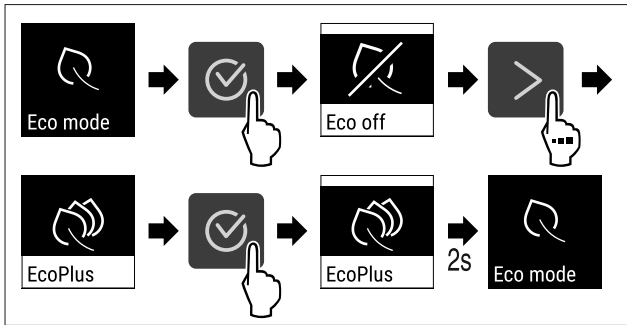

Fig. 61
▶ Végezze el a gyakorlati lépéseket (lásd Fig. 61).